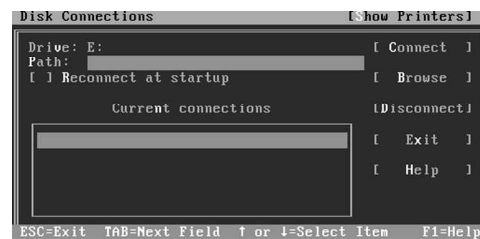
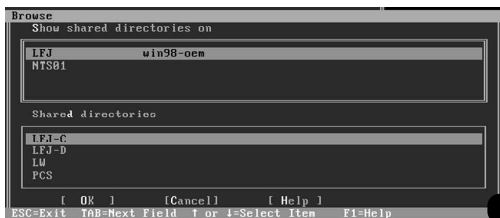

图 17
图 18
键入 NET 命令, 将出现图 17 所示窗口, 选择“Browse”一项, 在随后出现的图 18 所示窗口中, 就能查看到可共享的所有网上资源; ② 映射共享文件夹。可以使用 NET USE 命令映射远程工作站上的文件夹资源 (具体方法将在第五讲中介绍, 或参看命令 NET USE/? 的返回信息), 也可以在用 NET 命令浏览网络资源时, 用窗口操作的方式完成对文件夹的映射; ③ 登录入网。在